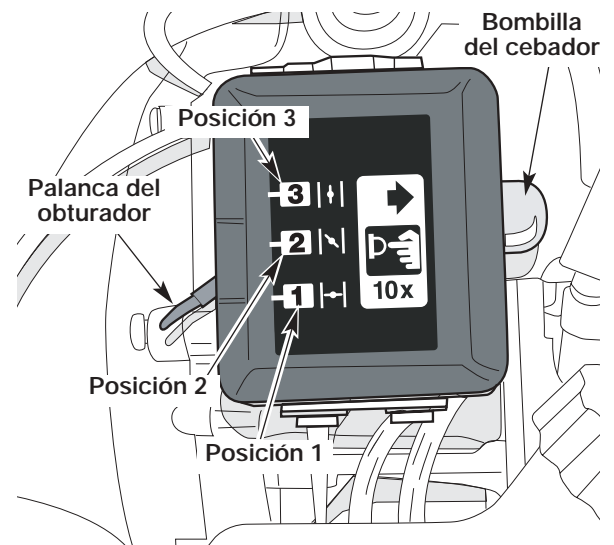

Fig. 4
3. Oprima completamente el cebador y suéltelo 10 veces. Hágalo lentamente. Se deberá ver un poco de combustible en el cebador y en las tuberías de alimentación de combustible (Fig. 4). Si no puede ver el combustible en el cebador, oprímalo y suéltelo tantas veces como sea necesario hasta que vea combustible en el mismo.
4. Coloque la palanca del obturador en Posición 1 (Fig. 4).